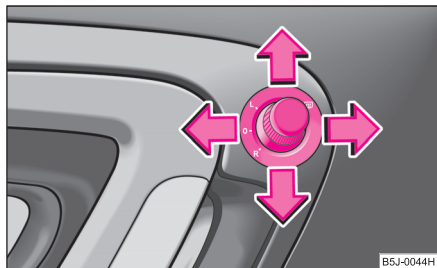

Fig. 44 Interiorul ușii:
- Aduceți butonul rotativ în poziția  ⇒ fig. 44.